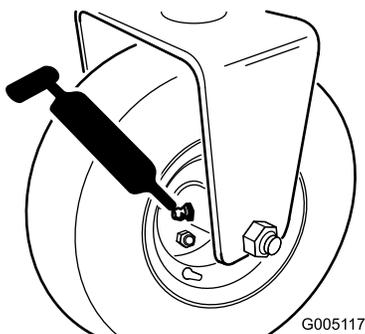

Figura 29
- Conjunto do cubo do rolo traseiro ou (se equipado com kit de tração nas três rodas) embreagens das rodas traseiras e rolamento externo (1) (Figura 29)